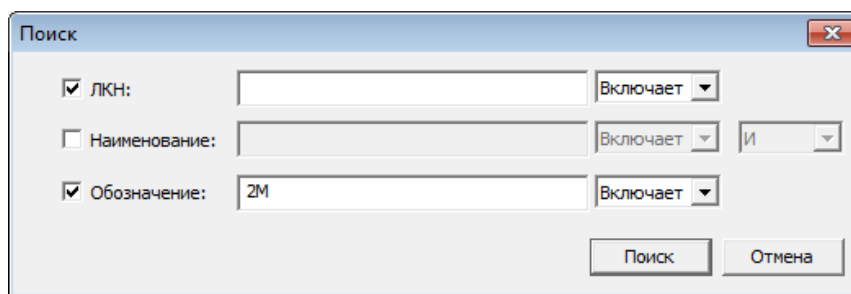

Рис. 5-52 – Окно задания критериев простого поиска
- 2) В появившемся окне «Поиск по разделу» задать параметры (рис. 5-52).
2) В появившемся окне «Поиск» задать критерии (рис. 5-52).